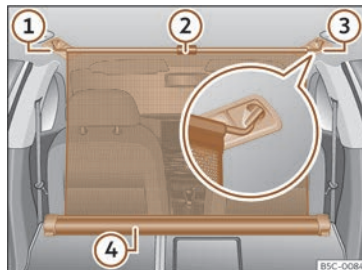

Fig. 137 Dans le coffre à bagages : filet de séparation attaché avec le dossier de la banquette arrière rabattu.
- Tirez la languette»» fig. 137 ② vers le haut pour sortir le filet de la structure»» fig. 137 ④.
- Attachez le filet de séparation au côté droit ou gauche»» fig. 137 ③ (image élargie).
- Attachez le filet de séparation dans le logement de l'autre côté»» fig. 137 ① en étirant la tringle.
Le filet de séparation est monté correctement lorsque les extrémités en forme de T sont fermement attachées dans les logements correspondants»» fig. 137 ③ et ①.
- Enroulez le filet dans le boîtier»» fig. 137 ④ en la déposant manuellement.